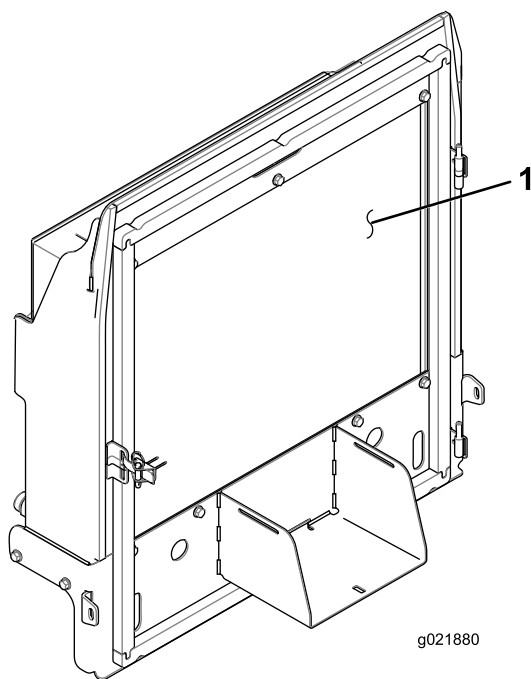

図 85
4. ラジエター・オイルクーラの裏表を圧縮空気で丁寧に清掃する 図 85。